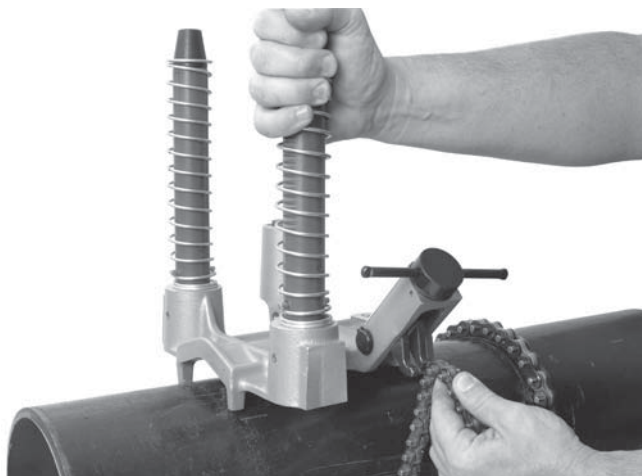

Figura 8 – Agățarea lanțului
4. Țineți întotdeauna cel puțin o mână pe ansamblul bazei pentru a-l stabiliza și a-l ghida. Apucați capătul lanțului și trageți-l strâns în jurul țevii. În timp ce trageți lanțul, este comprimat un arc la capătul dinspre prinderea lanțului. Agățați cel mai apropiat bolț de lanț pe cârligul lanțului – întinderea arcului va ajuta la menținerea prinderii lanțului de cârligul lanțului. Strângeți ferm ansamblul șurubului de acționare pentru a fixa ansamblu bazei pe țeavă. (Vezi figura 8.)